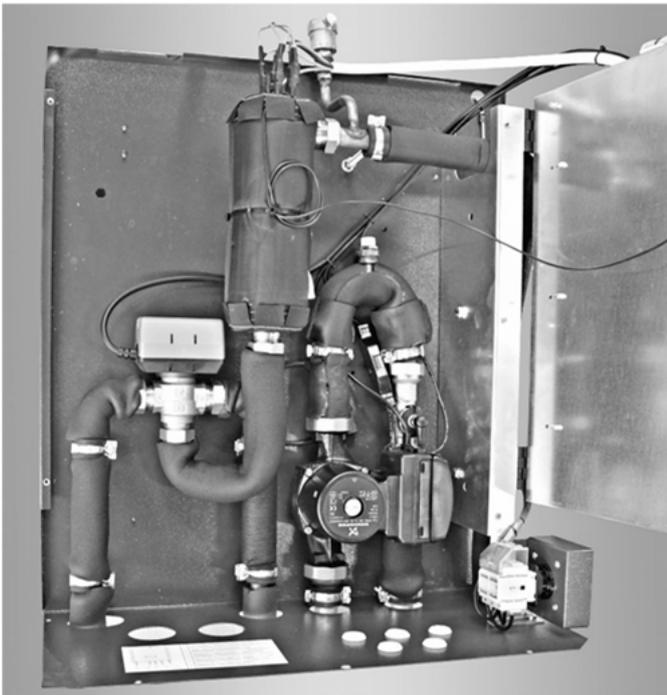

Abb. 18: Aufgeschwenktes Schaltfeld
- ➔ Führen Sie die Kabel von unten in die Regelungseinheit ein und weiter durch die drei seitlichen Öffnungen ② in das Schaltfeld hinein.
- ➔ Verlegen Sie die Kabel nicht zu stramm, um das Schaltfeld bei Bedarf aufschwenken zu können, s. Abb. 18.